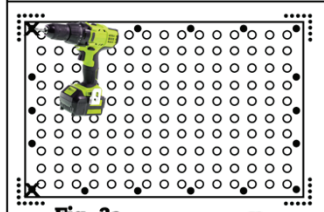
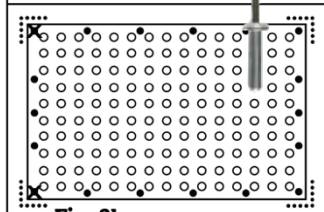

Fig. 3a
Fig. 3b
4. Place tile in marked location. Using a 1/4" masonry bit, drill 2" minimum deep holes (Fig. 3a) and insert 2 drive pin fasteners. (Fig. 3b) **NOTE: Do not drive pins in yet as they are to keep tile in place while drilling remaining holes.**
4. Ponga la baldosa en su ubicación marcada. Con una broca para mampostería de 1/4", haga hoyos de un mínimo de 2" (Fig. 3a) e inserte dos pasadores de impulsión. (Fig. 3b) **NOTA: No insertar los pasadores todavía ya que sirven para mantener la baldosa en su lugar mientras haga los demás hoyos.**